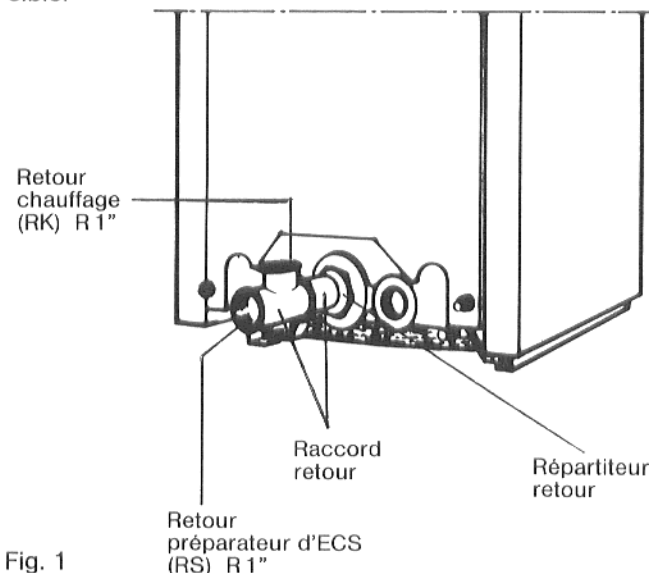

Fig. 1
**Le raccord retour faisant partie de la livraison doit être étanché dans le répartiteur de la chaudière (Fig. 1).**
**Raccorder le retour du préparateur d'ECS (RS) toujours par l'arrière tandis qu'il faut raccorder le retour circuit chauffage (RK) à la sortie latérale de la pièce en T.**